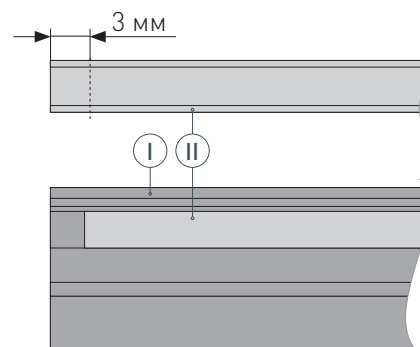

Рис. 2. Установка экрана Ⓜ на профиль Ⓜ, вид сверху
- 3** / Обрежьте экран Ⓜ на 3 мм с каждой стороны для последующей установки заглушки. **ВНИМАНИЕ! Чтобы обеспечить чистый и ровный рез экрана без повреждений, рекомендуется использовать при нарезке кусачки.** Установите экран Ⓜ на профиль Ⓜ, как показано на рис. 2.